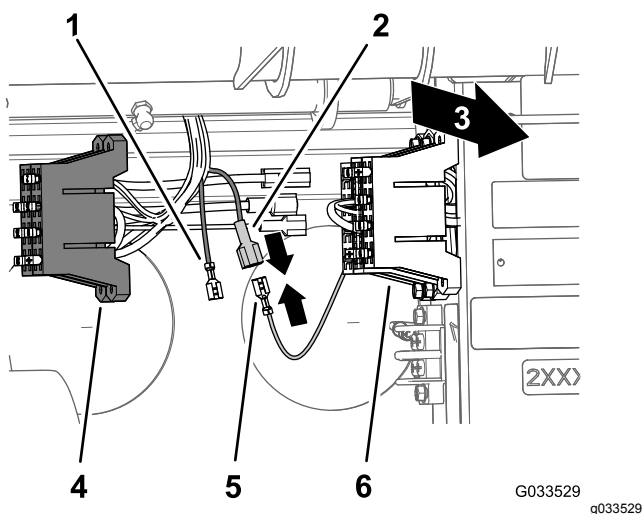

Figura 25
2. Localize o terminal do recetáculo não isolado no final da abertura, fio de alimentação amarelo do bloco de fusíveis da máquina e o terminal da lâmina isolado no final do fio amarelo de alimentação opcional dos fios do pulverizador (Figura 25).
- Localize o terminal do recetáculo não isolado do bloco de fusíveis da máquina ao terminal da lâmina isolado do bloco de fusíveis do pulverizador (Figura 25).